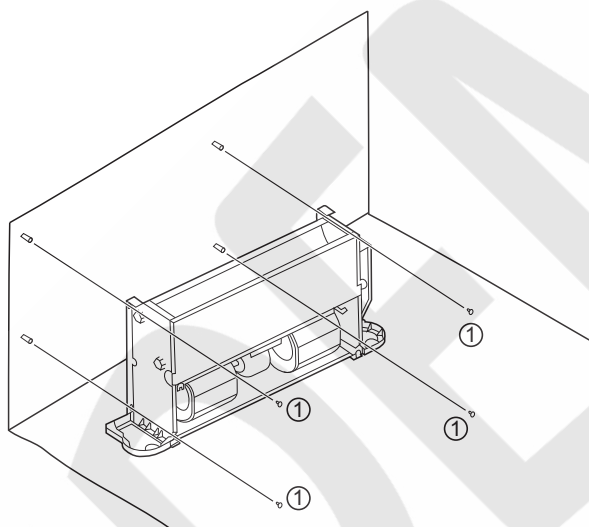

Figura 5-2 Schema di fissaggio del corpo dell'unità
Come mostrato in Figura 5-2, fissare le quattro viti (①) in una struttura in muratura adatta.